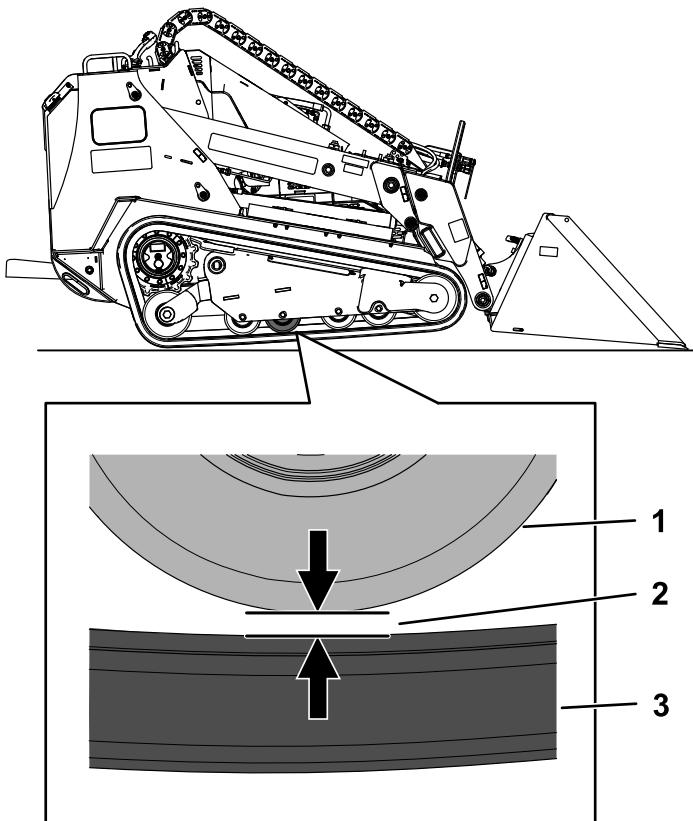

Figura 63
4. Compruebe que la distancia entre la segunda rueda de rodaje, contando desde atrás, y la oruga es de 20 mm (0.8"), como se muestra en la Figura 63. Si es necesario realizar ajustes, vaya a Ajuste de la tensión de las orugas \(página 55\)
7. Usando una llave de carraca de  $\frac{1}{2}$ ", gire el tornillo tensor hasta que la distancia entre la rueda de rodaje y la oruga sea de 20 mm (0.79"), como se muestra en la Figura 63.
- Usando una llave de carraca de  $\frac{1}{2}$ ", gire el tornillo tensor en sentido antihorario hasta que la distancia entre la rueda de rodaje y la oruga sea de 20 mm (0.79"), como se muestra en la Figura 63.